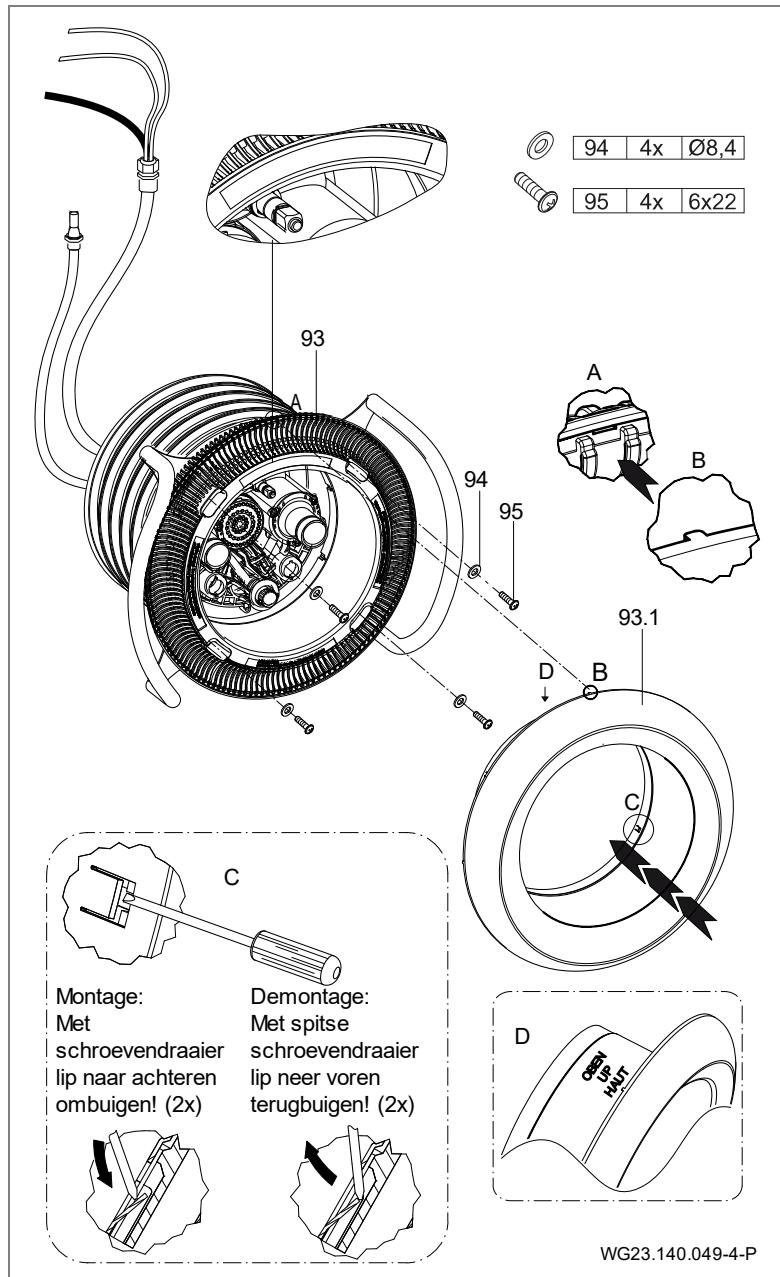

Afb. 16
1. Verlijm de kabelbeschermsslang en de buitenste luchtslang. (Afb. 16)